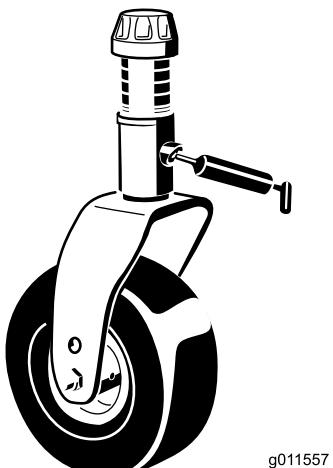

Figura 19
- Boccole (4) dell'asse della forcella delle ruote orientabili (Figura 19)